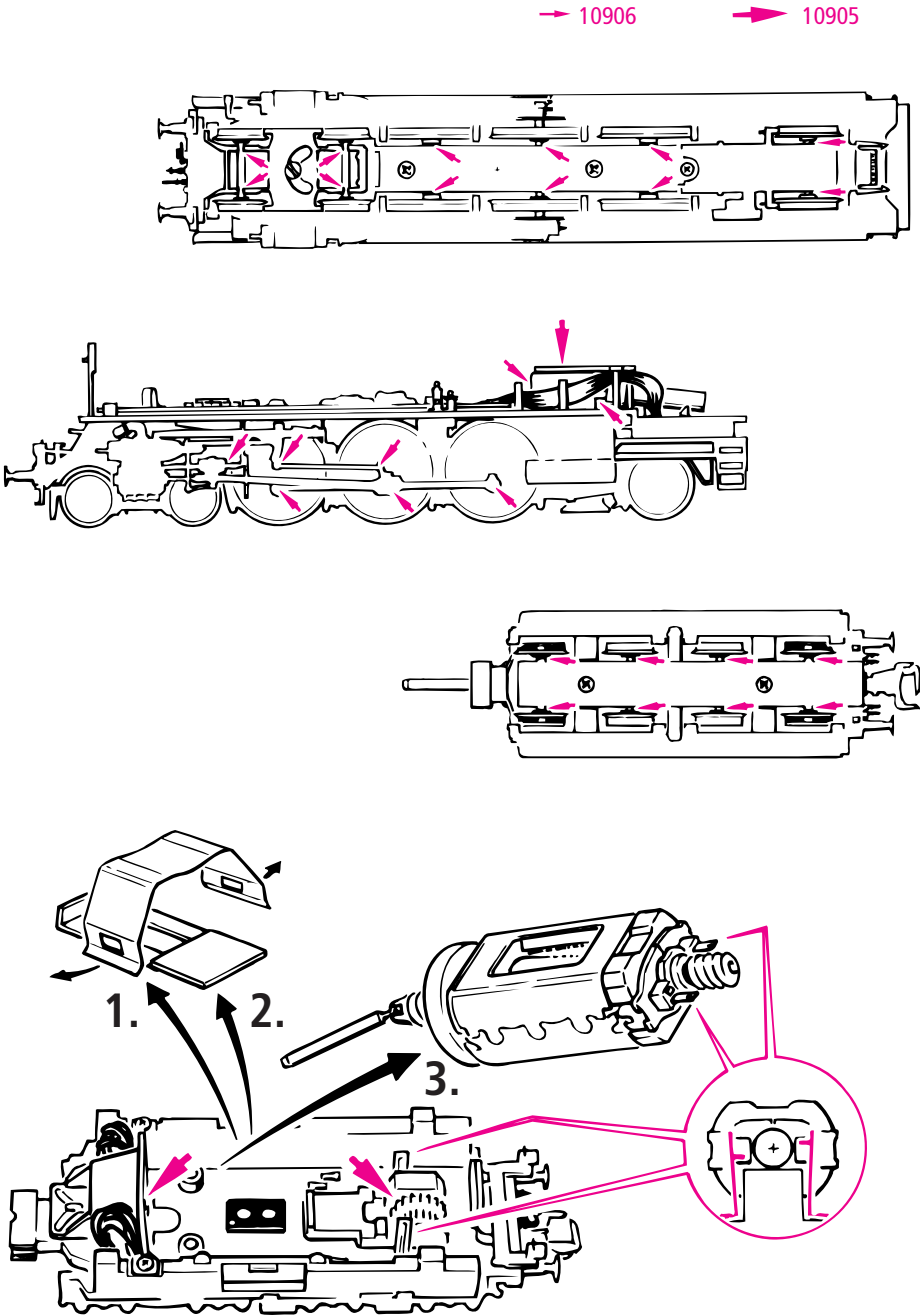

Fig. 11
4. Haftreifenwechsel: Zuerst die Drehgestellblenden abnehmen. Danach den **Haftreifen** mit einer Nadel oder mit einem feinen Schraubendreher abziehen. Beim Aufziehen des neuen Haftreifens bitte darauf achten, dass dieser sich **nicht verdreht** (Fig. 11).
4. Échange des bandages d'adhérence: Démontez d'abord les flancs de bogies. Enlevez les bandages d'adhérence à l'aide d'une aiguille ou d'un tourne-vis fin. Lors du montage des nouveaux bandages veuillez veiller à ce que les bandages **ne soient pas tordus** (fig. 11).
4. Change of traction tyre: Remove bogie blind. Remove **traction tyre** using a pin or a fine screwdriver. When pressing on the new traction tyre please **avoid twisting** it (fig. 11).